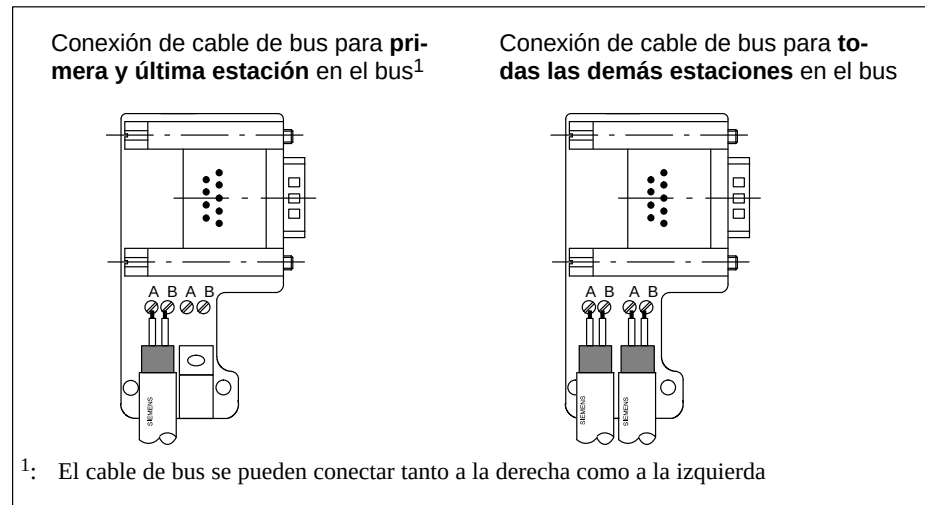

Figura 3-9 Conectar el cable de bus al conector de bus (6ES7 972-0B.11 ...)
3. Aplicar el hilo de color verde y el de color rojo en el bloque de bornes atornillables según la figura 3-9.